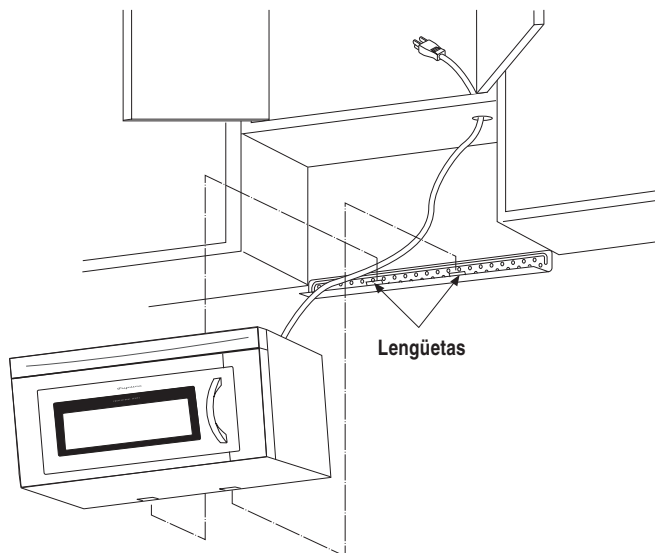

Figura 18
2. Instale el horno inclinándolo hacia delante y deslizándolo sobre las lengüetas de la placa de montaje. Gire el horno arriba tan descansa contra la pared. Vea la Figura 18 de la página 7.